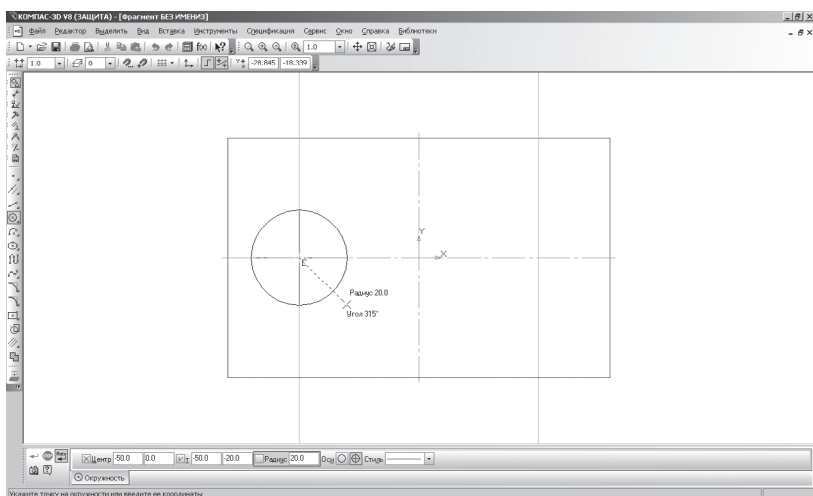

Рис. 57
- два раза щелкнув ЛКМ в поле **Радиус** панели **Свойств**, введите значение 20 (на чертеже дано значение диаметра ($\varnothing = 40$)) и нажмите **<Enter>** (рис. 57);